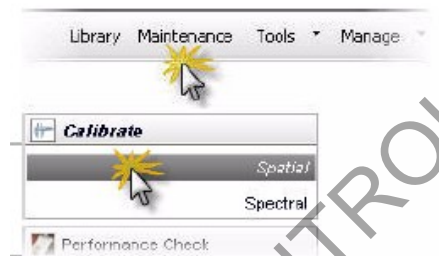

Figura 23. Acceso a la Calibración Espacial.
**7.11.1** Desde la pantalla principal, seleccione "**Maintenance**", luego seleccione "**Spatial Calibration**" (ver figura 23).